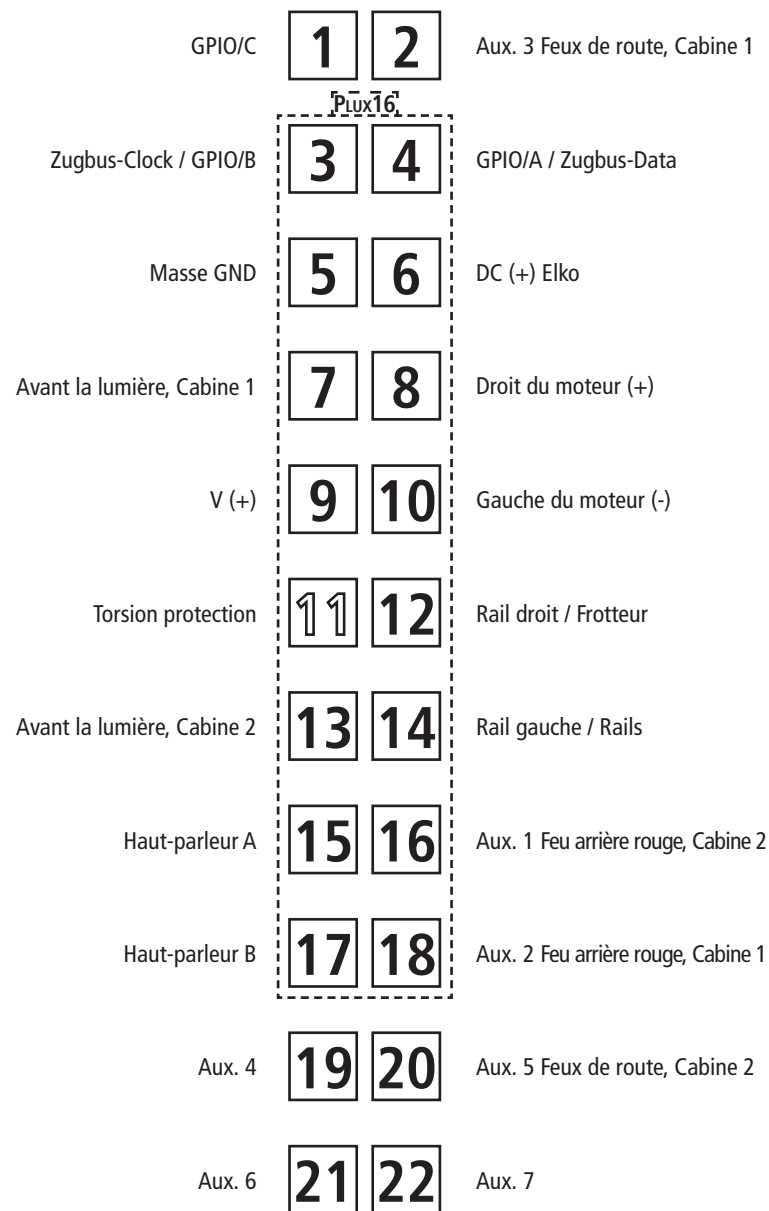

Fig. 6
Mehrzugbetrieb: Zuerst Lokgehäuse abnehmen (Fig. 4). Danach den Brückenstecker aus der Schnittstelle entfernen (diesen sorgsam aufbewahren). Danach den Stecker des Steuerbausteins lagerichtig einsetzen (siehe Fig. 6).
Remove the jumper from the interface. Finally put the plug of the chip into the interface as shown in fig. 6.
1. Nettoyage des lames de courant aux roues: Les lames de contacts risquent de s'encrasser rapidement sur des voies poussiéreuses. Veuillez **enlever la poussière** aux endroits marqués à la fig. 6 à l'aide d'un petit pinceau souple.
Enlevez la fiche de shuntage de l'interface (à conserver!) et enfichez finalement la fiche du module de télécommande aux prises de l'interface. Veuillez à la position correcte de la fiche (voir fig. 6).